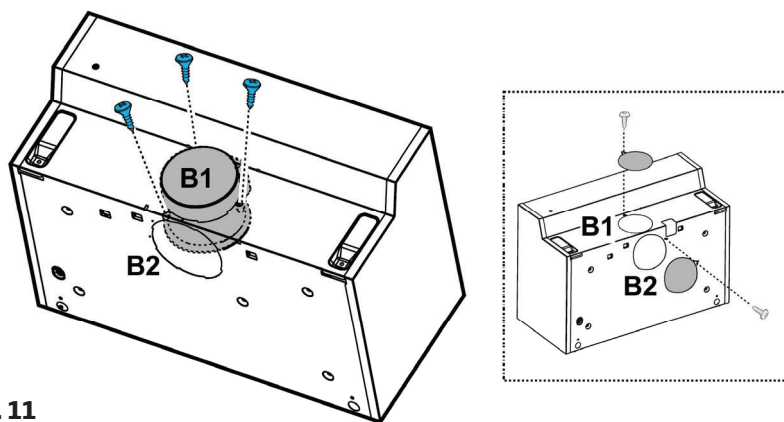

Fig. 11
5.5 Elektrische of mechanische klep (*) Afb. 11